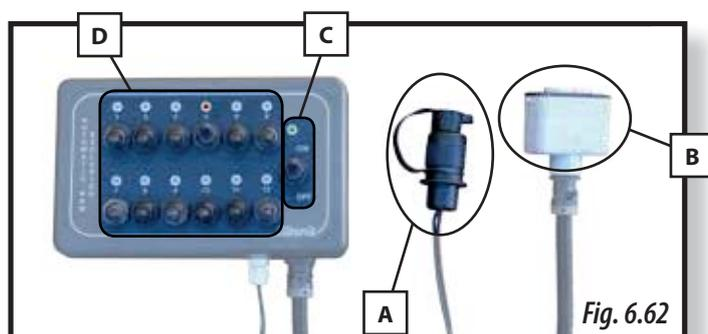
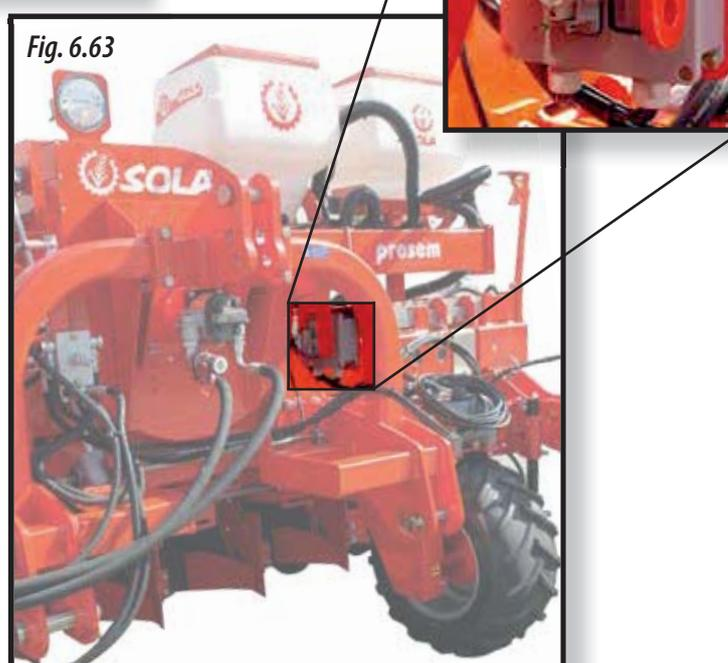

Fig. 6.62
Fig. 6.63
- Un CONNECTEUR D'ALIMENTATION (A, Fig. 6.62). Branchez le connecteur à la prise d'alimentation du tracteur.
- Un CONNECTEUR DE COMMANDE (B, Fig. 6.62). Branchez-le sur la boîte à relais du semoir (Fig. 6.63).
- Un SÉLECTEUR DE MISE EN MARCHÉ (C, Fig. 6.62) à deux positions :
- 12 SÉLECTEURS DE DÉBRAYAGE pour les éléments (D, Fig. 6.62) dont les positions sont les suivantes :